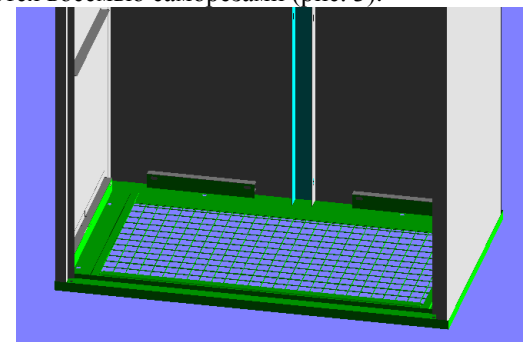

Рис. 3
4. Задние и боковые стенки устанавливаются на дно и закрепляются восемью саморезами (рис. 3).